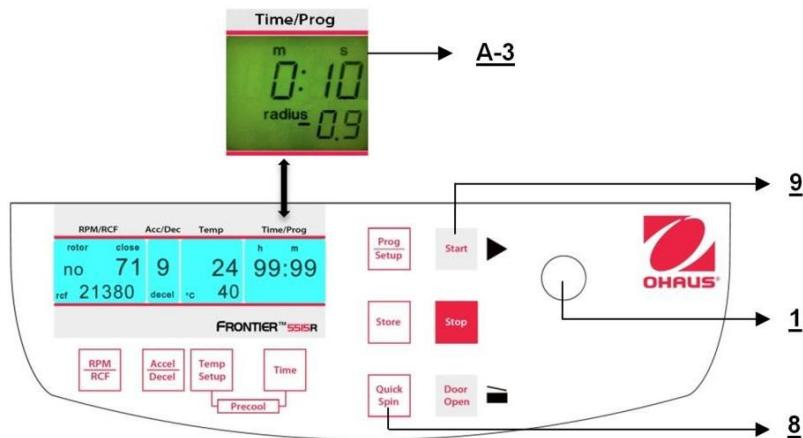

Figure. 26
La centrifugeuse peut être démarrée avec la touche "Start" (9) (voir la figure 26) ou avec la touche "Quick Spin" (8).